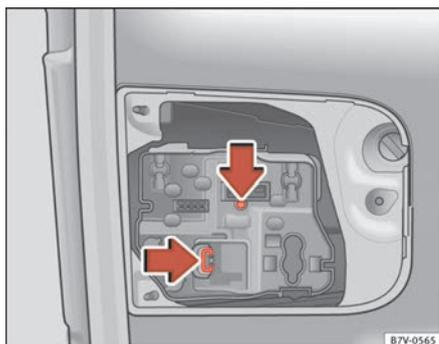

Abb. 220 In der Heckklappe: Lampenhalter herausnehmen.
5. Verriegelungsglaschen in Pfeilrichtung drücken ⇒ Abb. 220 und Lampenhalter herausnehmen.